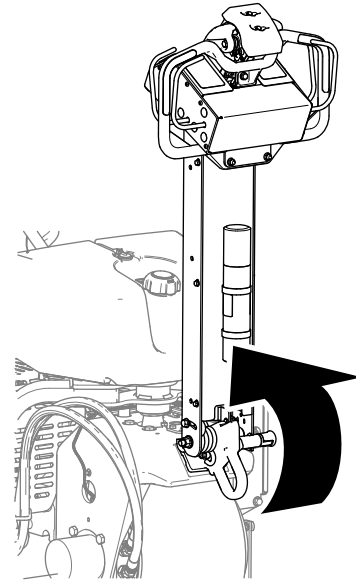

Figura 72
1. Ridicați complet bara de ghidare pentru a cupla frâna de parcare (Figura 72).